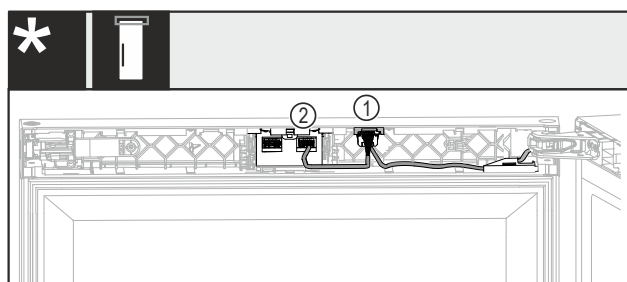

Fig. 44 Bez zámku nebo s mechanickým zámekem*
- Zasuňte zástrčku s oběma kabely Fig. 44 (1) do vedení.*
- Zaaretujte zástrčku s kabelem Fig. 44 (2) v pravém uložení.*